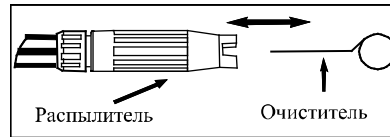

Рис. 5 – Вставьте очиститель в отверстие распылителя и подвигайте его вперед и назад до удаления засора.
- Введите имеющийся в комплекте очиститель или разогнутую скрепку в отверстие распылителя и подвигайте вперед-назад до удаления засора (см. рис. 5)